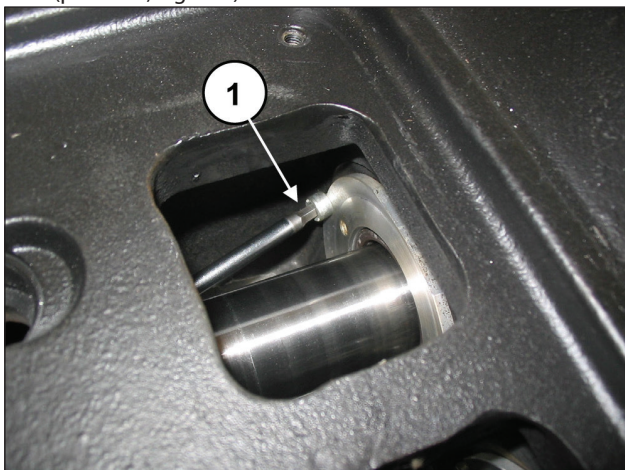

Fig. 127
Solte os dois parafusos de bloqueio da cobertura da junta do óleo (pos. ①, Fig. 127).